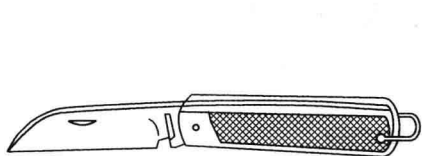

图 1-5 电工刀
(1) 选择与操作。电工刀用于剥削导线绝缘, 削制木榫、切割木台缺口等, 如图 1-5 所示。使用时应一手持导线, 另手握刀柄, 刀口稍倾斜向外。刀口常以 45° 角倾斜切入, 25° 角倾斜推削使用。
(2) 电工刀的使用注意事项。